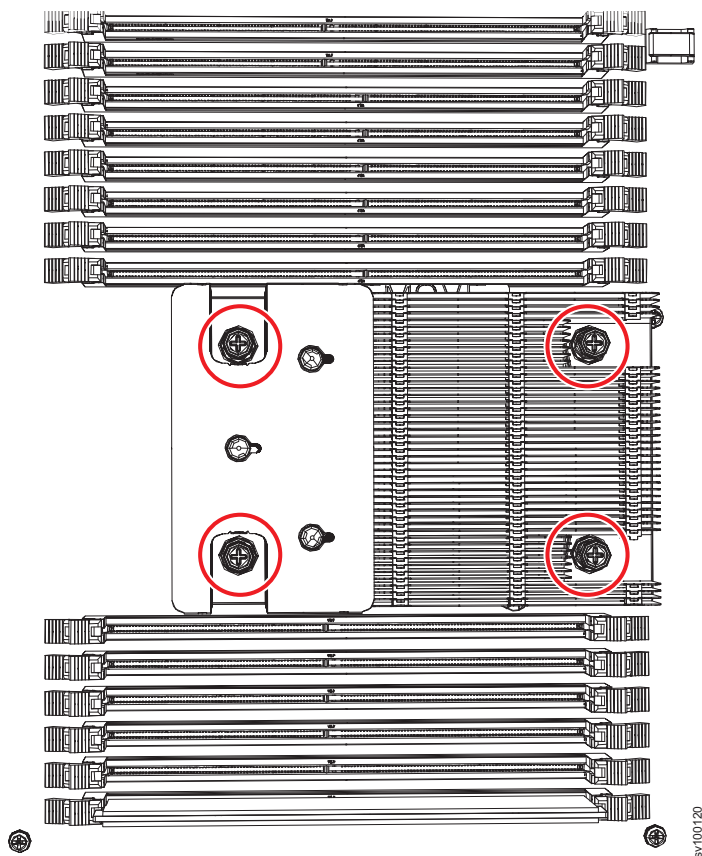

Figura 290. Removendo o dissipador de calor
1. Solte os parafusos de retenção do dissipador de calor, conforme mostrado em Figura 290 na página 364.